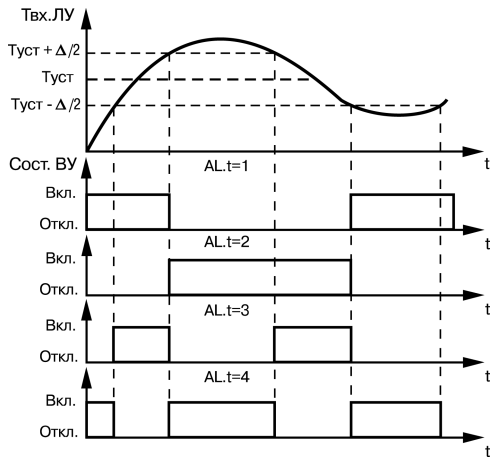

Рисунок 7.2 – Выходные характеристики компараторов
2. Тип логики **Обратный гистерезис** ($\chi_{RL.t} = 2$). ЛУ включает выходное устройство при ($T > T_{уст} + \Delta/2$) и выключает его при ($T < T_{уст} - \Delta/2$). Этот тип логики применяется для сигнализации о том, что измеренное значение превышает уставку (см. *рисунок 7.2*).